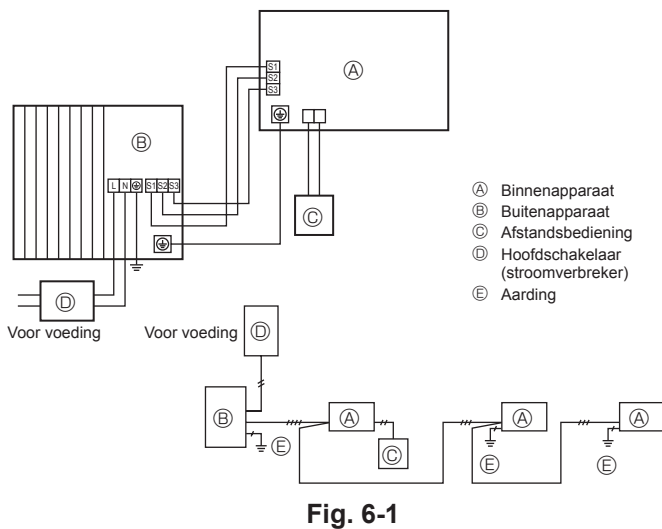

Fig. 6-1
6.1. Buitenapparaat (Fig. 6-1, Fig. 6-2)
- ① Verwijder het onderhoudspaneel.
- ② Sluit de kabels aan aan de hand van Fig. 6-1 en 6-2.